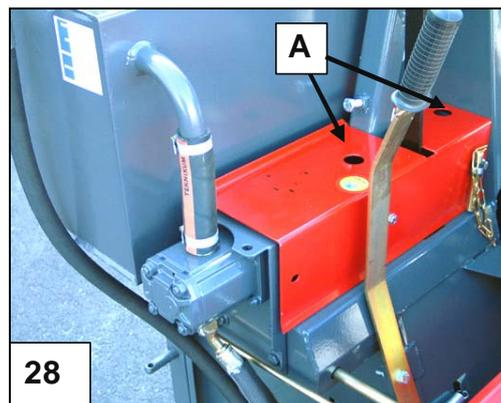

Abb. 28. Schmierer der Maschine
## 7.6 Schmierer der Maschine, Abb. 28
- Wenn die Maschine längere Zeit nicht genutzt wird, müssen die Achslager A (Abbildung 28) am Ende des Betriebszyklus gemäß der Tabelle mit Rollenlagerschmierstoff geschmiert werden.